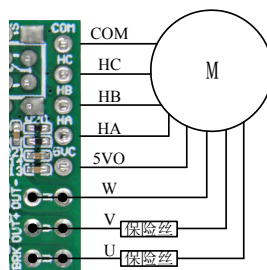

图 3.1 电机接线图
- 1) 将电机的U、V、W三相电源线接到驱动器电机接口的U、V、W，将电机的霍尔传感器电源线正负极（通常正极为红色，负极为黑色，具体参照电机的相关资料）分别接到驱动器霍尔信号接口的 5VO和COM，霍尔传感器的三霍尔位置信号线接到驱动器霍尔接口的HU、HV、HW，如图 3.1 所示。